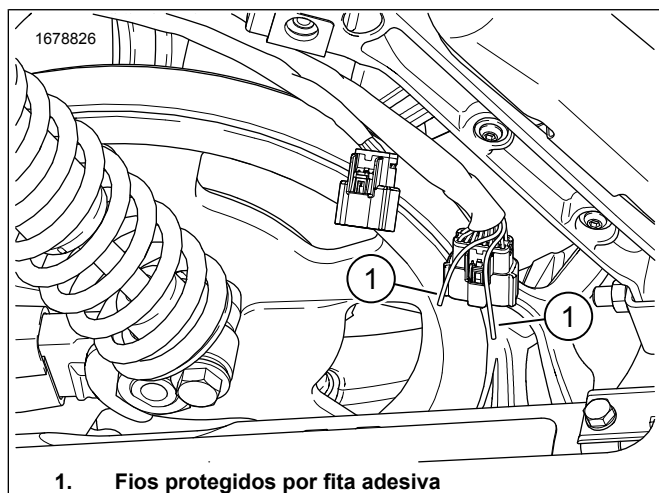

Figura 2. Fios do alforje
2. Veja a figura 2. Localize o conector de 16 pinos [C288B_1] do Equipamento original (OE) .